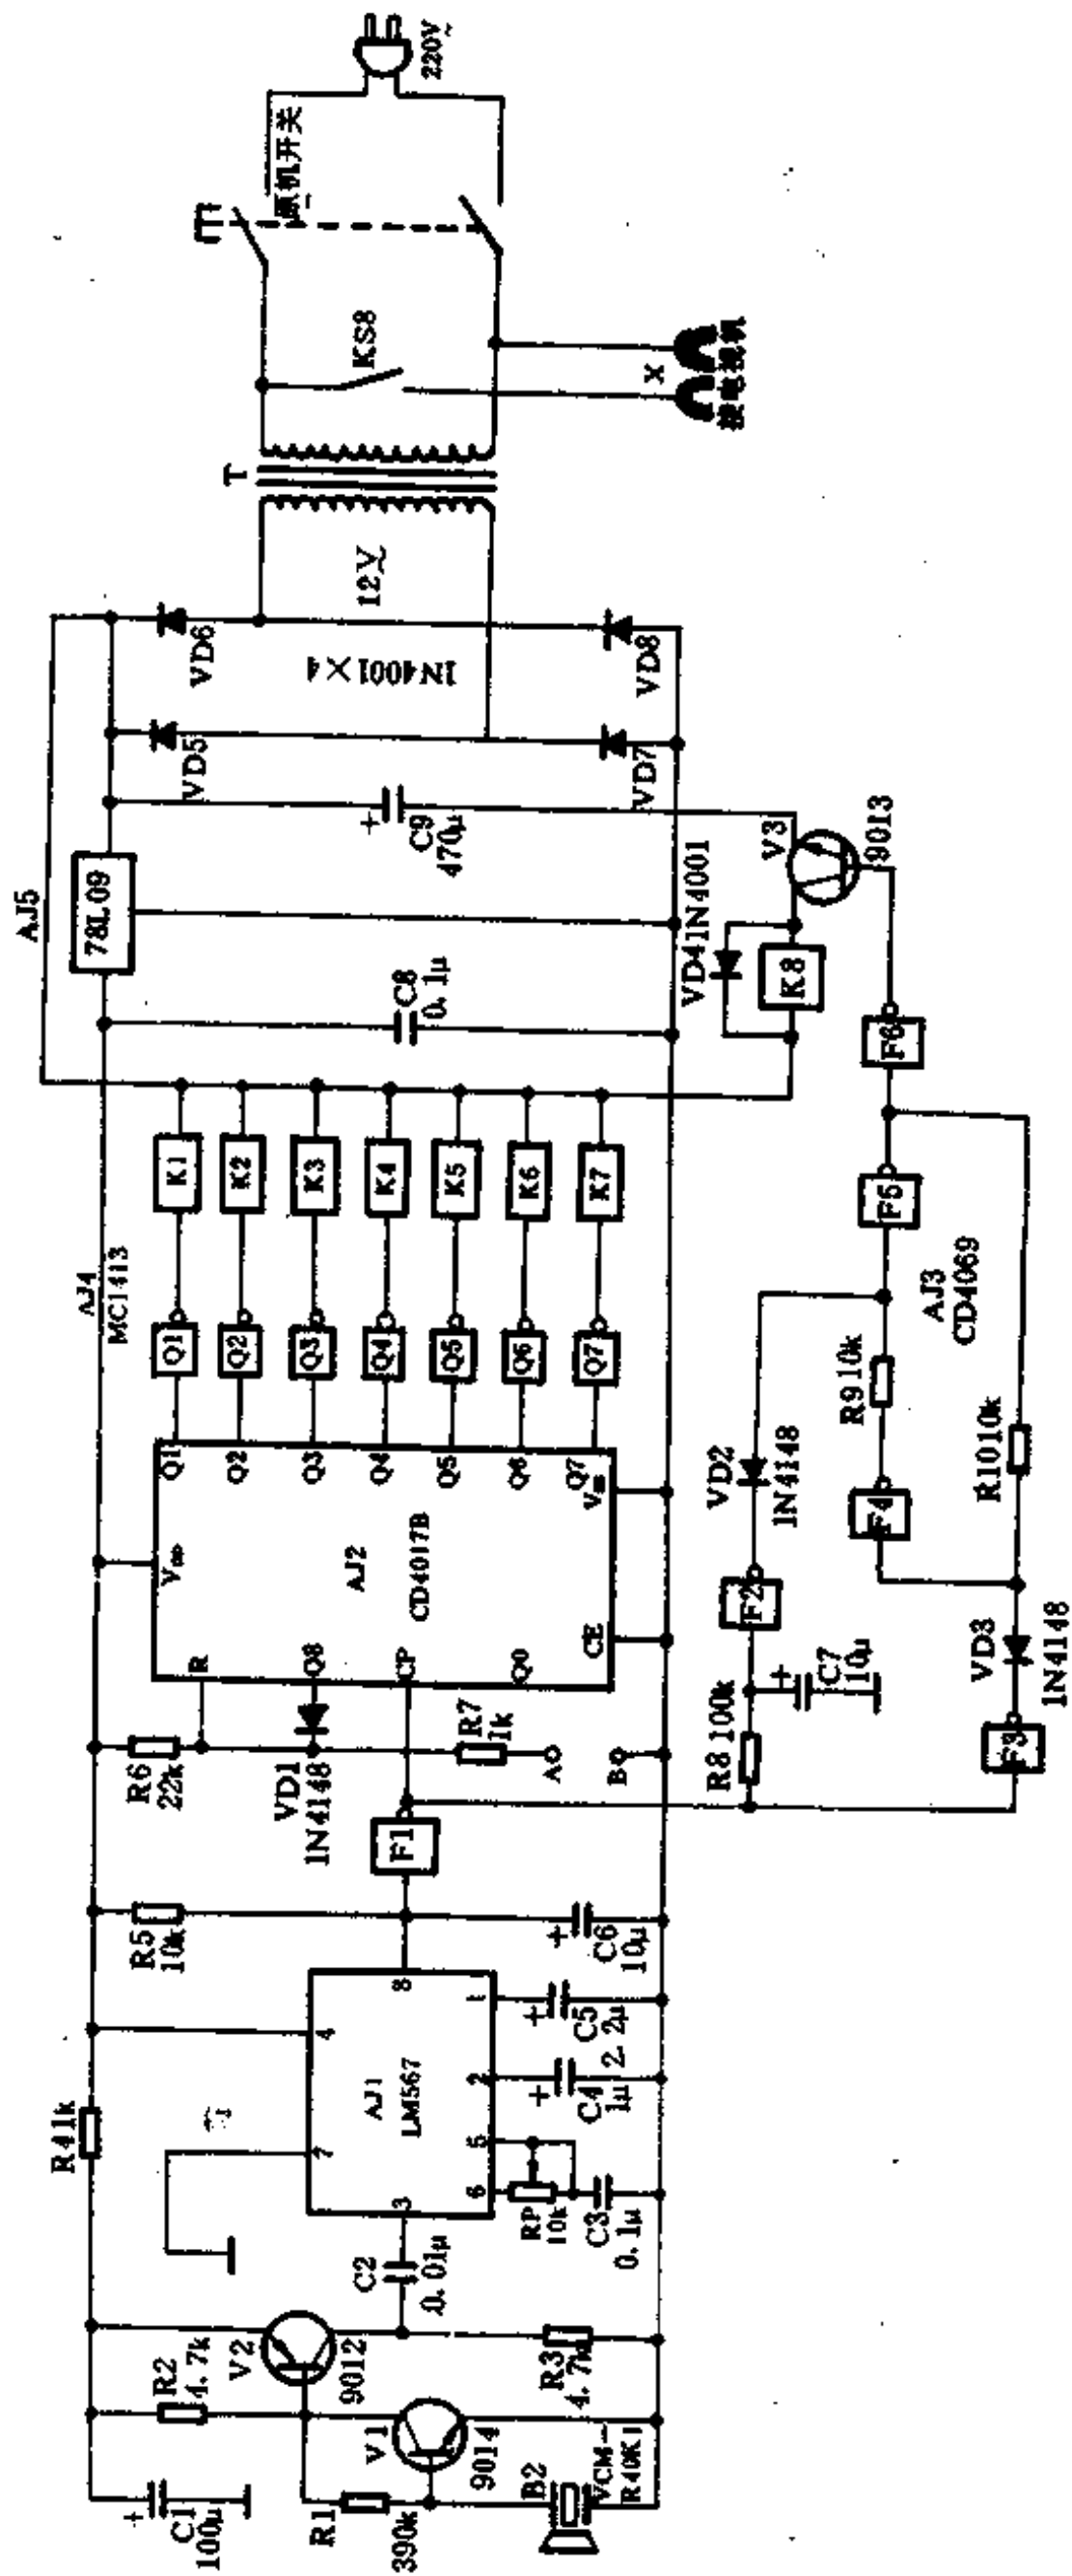
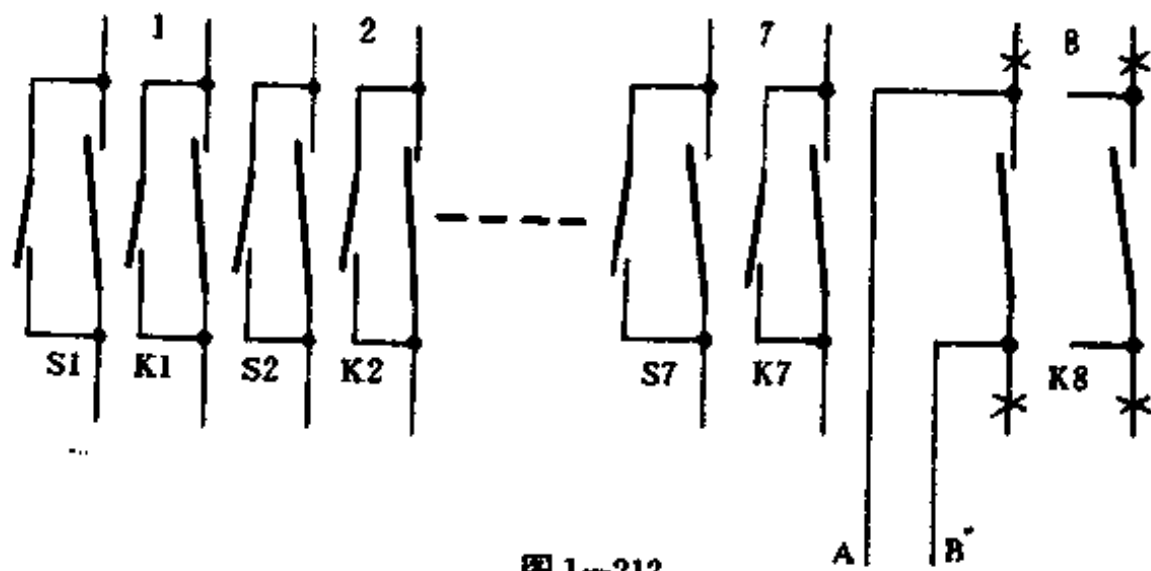
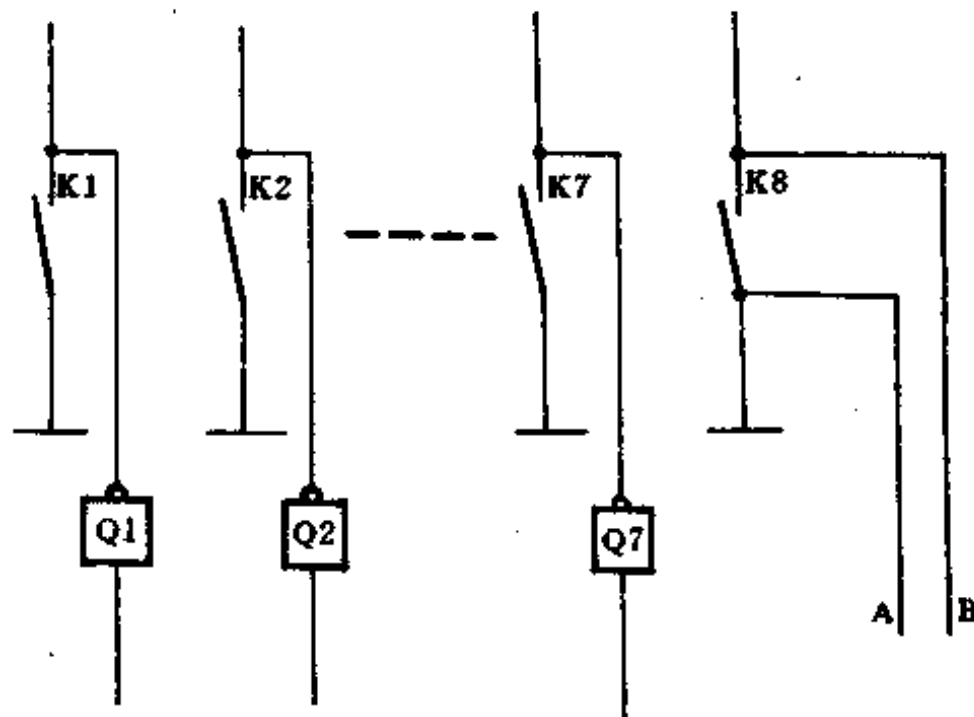

图 1-211
图 1-212
图 1-213
超声波接收器的电路工作原理如图 1-211 所示。为了提高抗干扰性能,该电路使用了一块 LM567 锁相环音频译码集成电路。其⑤、⑥脚外接电阻、电容确定了 AJ1 内部压控振荡器的中心,频率 $f_0=1/(HRPC3)$,调整 RP 可使输入信号频率在音频译码器的解调范围之内。超声波接收传感器 B2 进行声电转换,当 B2 接收到 $40kHz$ 的超声波遥控信号时,便产生谐振,信号经三极管 V1、V2 组成的直耦式放大电路放大,由电容器 C2 耦合至 AJ1 的③脚,音频译码器将其解出,在第⑧脚输出低电位。反相器 F1 和 R5、C6 构成整形反相电路,其输出电平极性完全符合可靠触发 AJ2(CD4017)计数的要求。AJ2 和驱动器 Q1~Q7,继电器 K1~K7 组成选台电路。K1~K7 采用双组触点继电器,其触点直接并接到电视机选台双刀按键开关上,连接方法如图 1-212 所示。如果电视机选台开关是单刀按键开关时,K1~K7 继电器可省去不用,用 AJ4(Q1~Q7)作选台开关,其连接方法如图 1-213 所示。该电路可遥控七个电视机频道,第八个选台开关在这里仅作遥控、手控选择用,原有接线要用刀刻断,图 1-211 中 A、B 端接到第八个选台开关上,按下第八个选台开关时为遥控选台。AJ2 复位端通过电阻 R7 接地呈低电位。这时 AJ2 的 CP 端每输入一个正脉冲,输出端高电平就移动 1 位。输入 8 个脉冲完成一次循环。第八个选台开关复位时为手控选台,AJ2 的 R 端呈高电位,CD4017 复位,仅 Q0 端输出高电平,由于该端悬空,故继电器 K1~K7 均不工作,对手控选台无影响。AJ4(Q1~Q7)的特点是内有输入限流电阻和输出保护二极管,驱动电流大,并简化了电路。